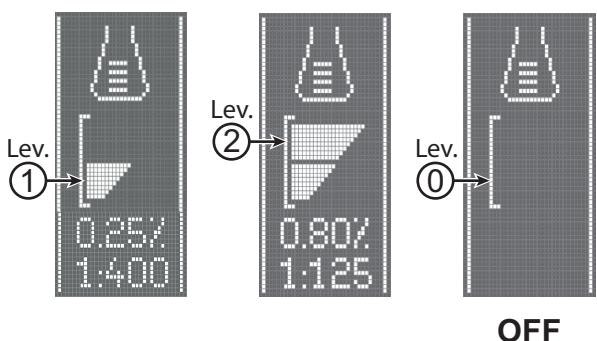

Abbildung 7
Der Prozentsatz des zum Wischwasser gemischten Reinigungsmittels wird auf Ebene 1 eingestellt (Abb. 7). Der Prozentsatz kann durch Drücken der Taste (49) auf Ebene 2 erhöht oder auf Ebene 0 auf Null gestellt werden. Die eingestellten Prozentsätze werden auf dem Display angezeigt (50-H).